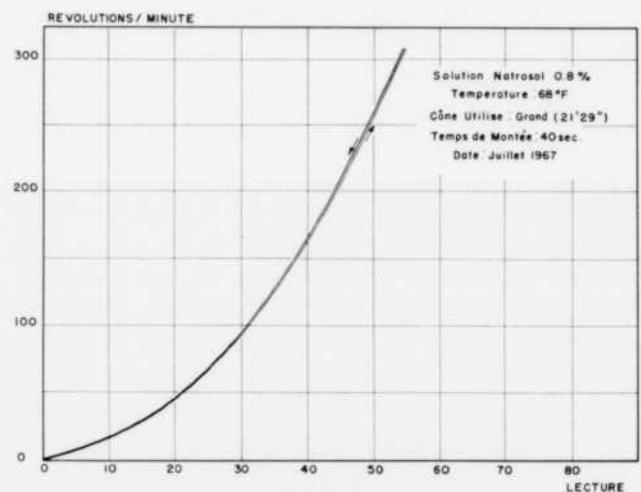

FIGURE 4
La rotation du cône engendre un taux de cisaillement de sorte que le traceur X-Y enregistre un pourcentage de déflexion du ressort en fonction de la vitesse de rotation. La courbe caractéristique d'une analyse d'une solution de Natrosol (hydroxycellulose fabriqué par Hercules) type HR et de concentration 0.8% (Fig. 4), présente un comportement pseudoplastique.
5. Comme un film très mince entre le cône et la plaque, des études (4) sur l'échauffement de l'échantillon ont montré qu'il devient négligeable en fonction du transfert de chaleur entre la plaque et le liquide.
6. La rapidité de l'analyse se contrôle selon les besoins. Ainsi lors de l'analyse de la solution de Natrosol 0.8% à 68 degrés Fahrenheit le temps nécessaire pour produire la courbe à la figure 4 est 1.5 minute tandis qu'une analyse identique sur le rhéomètre Burrel-Siever a pris deux heures au minimum. En fait il y a possibilité de produire une analyse en vingt secondes.